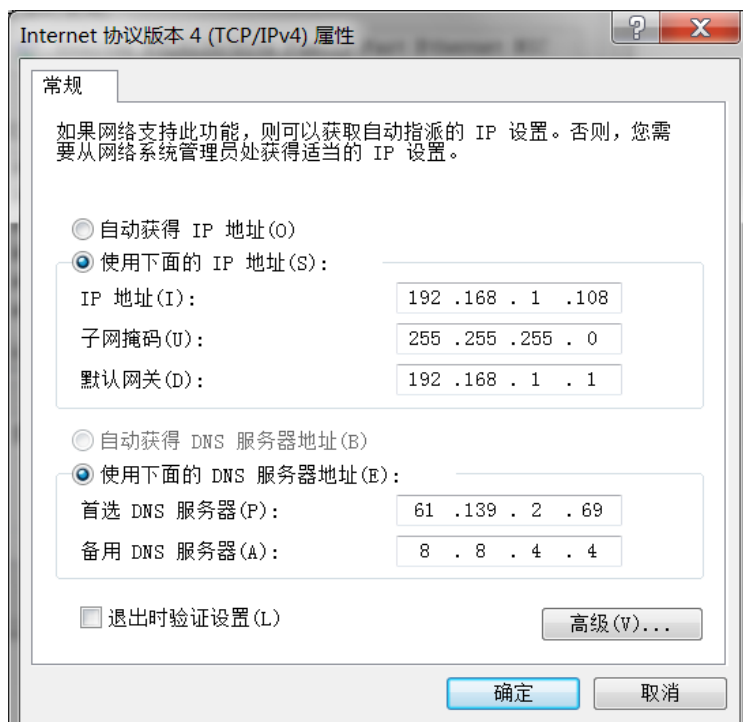

图4-1 设置计算机的IP地址
- 设置计算机的IP参数为：IP地址=192.168.1.X（X=2~253）；子网掩码=255.255.255.0；网关=192.168.1.1。如图4-1所示。